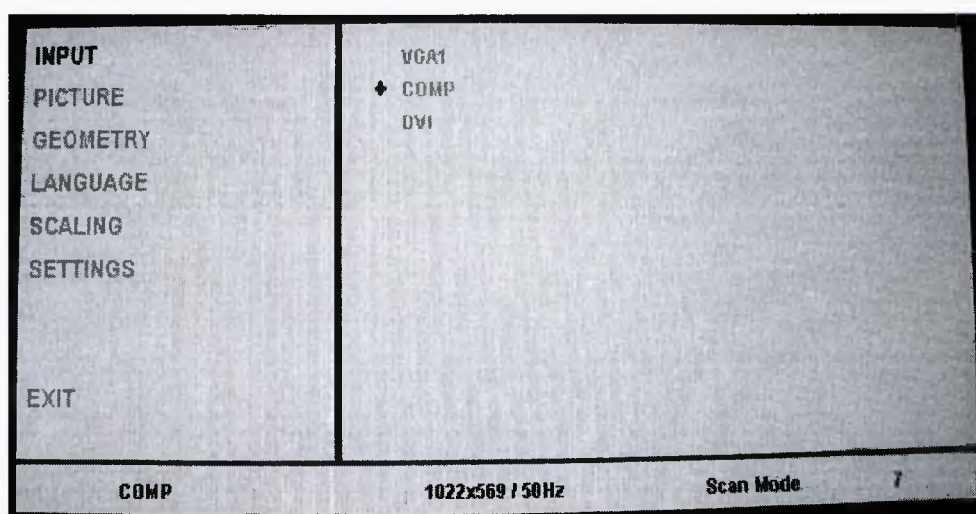

Рисунок 171
– нажмите кнопку **МЕНЮ** –  – для открытия меню настроек выполняемых функций на экране (см. рисунок 171):